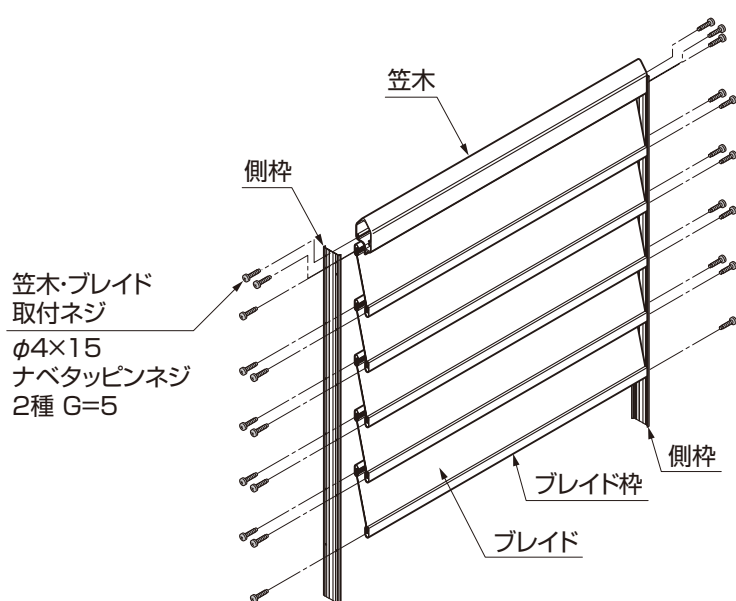
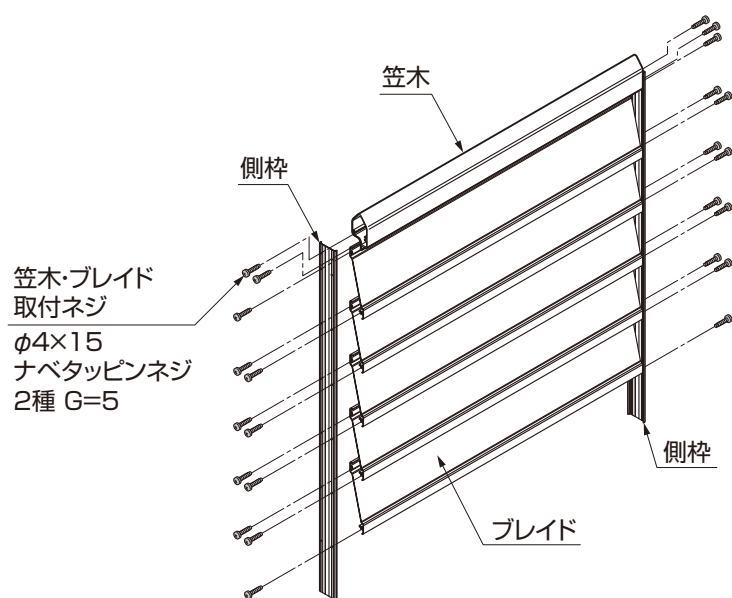

図6-1 S型・M型
図6-2 A型
- ①「笠木・ブレイド取付ネジ」を外し、各部材を取外してください。(図6-1、図6-2参照)
- ④ ブレイドや笠木を図6-6・図6-7のように配列し「笠木・ブレイド枠取付ネジ」にて取付けてください。(図6-1、図6-2参照)